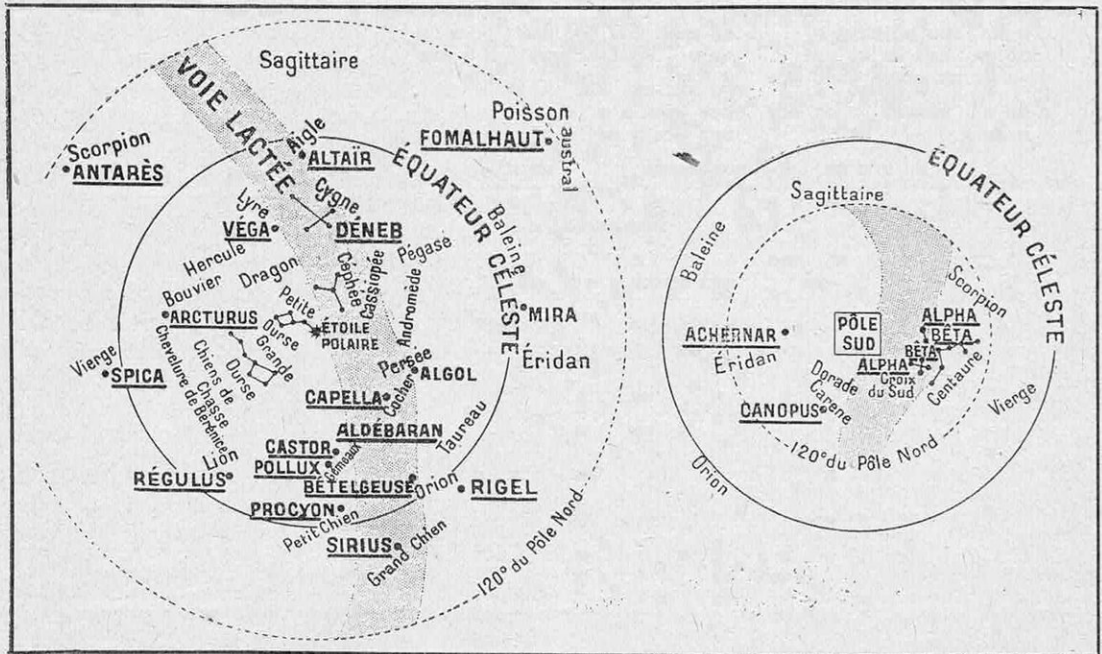

FIG. 1 ET 2. — CARTE SIMPLIFIÉE DU CIEL
— qui nous servira grandement dans la suite de cet exposé — nous avons reproduit une *carte du ciel* (fig. 1 et 2).
a) Le centre de la figure 1 (à l'intérieur de l'« équateur céleste ») pour le pôle Nord (*ciel boréal*) ;
Un observateur placé au pôle Nord de la Terre ne verrait que la partie centrale de la figure 1 (jusqu'à l'équateur céleste) ; un observateur placé au pôle Sud de la Terre ne verrait que la figure 2. La figure 1 représente les étoiles visibles en France (plusieurs ne le sont qu'à certaines époques de l'année) ; on n'a porté sur la figure 2 que les étoiles (du ciel austral) que l'on ne peut y voir. La position réelle des astres est indiquée sur la figure 12. Les constellations sont écrites en minuscules ; les étoiles en capitales ; les noms des vingt-deux étoiles les plus brillantes sont soulignés (fig. 10).
(1) Bessel opéra tout d'abord sur une « naine rouge », qui porte le numéro 61 de la constellation du Cygne (figure 1).